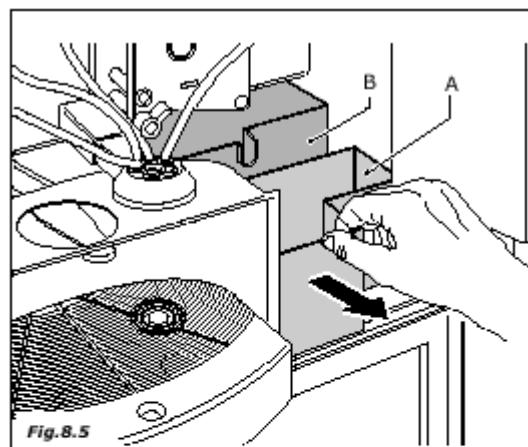

Fig. 8.5
- выньте контейнер для монет (рис. 8.5 – позиция А) и контейнер для кофейной гущи (В), находящийся в настольном торговом автомате.